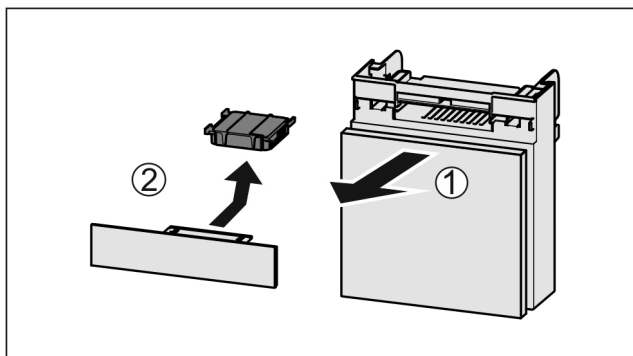

Fig. 103
- ▶ Вытянуть Fig. 103 (1) отделение движением вперед.
- ▶ Извлечение Fig. 103 (2) фильтра с активированным углем.